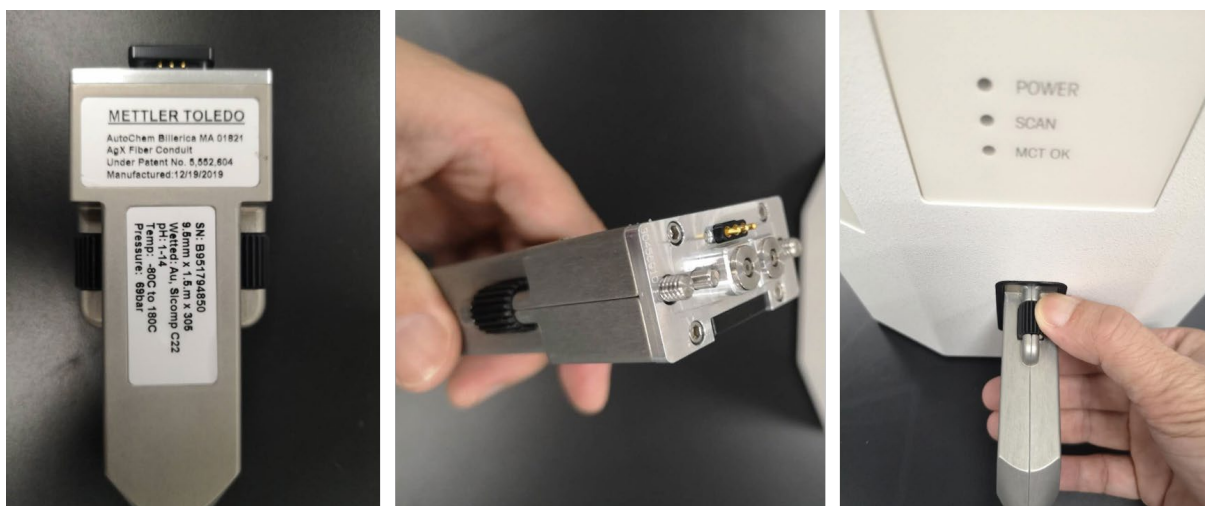

图 4-2 探头和主机的连接
4.1.3 将探头取出后，将保护盖移开，小心地将探头插入如图 4-2 所示的位置，并将探头主机端口上下的螺丝拧紧。